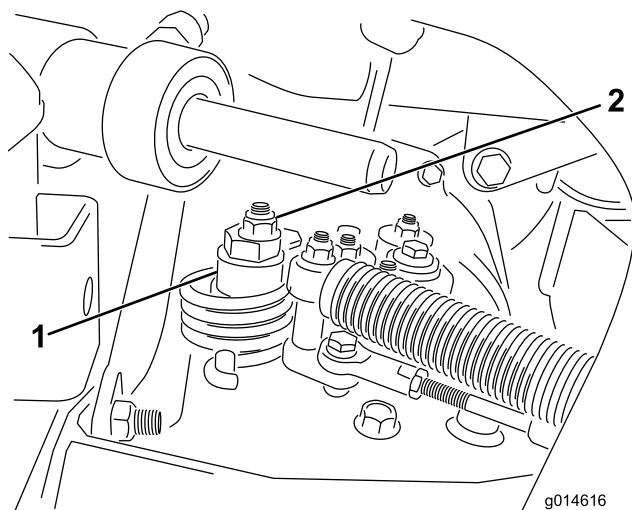

Figura 53
- A. Allentate il dado che fissa l'eccentrico alla parte superiore dell'igrostat (Figura 53).
- C. Fate girare l'eccentrico finché non riscontrate movimenti in alcuna direzione. Quando la ruota cessa di girare, serrate il dado di bloccaggio dell'eccentrico per mantenere la messa a punto (Figura 53). Verificate la regolazione portando l'acceleratore in posizione Slow e Fast.